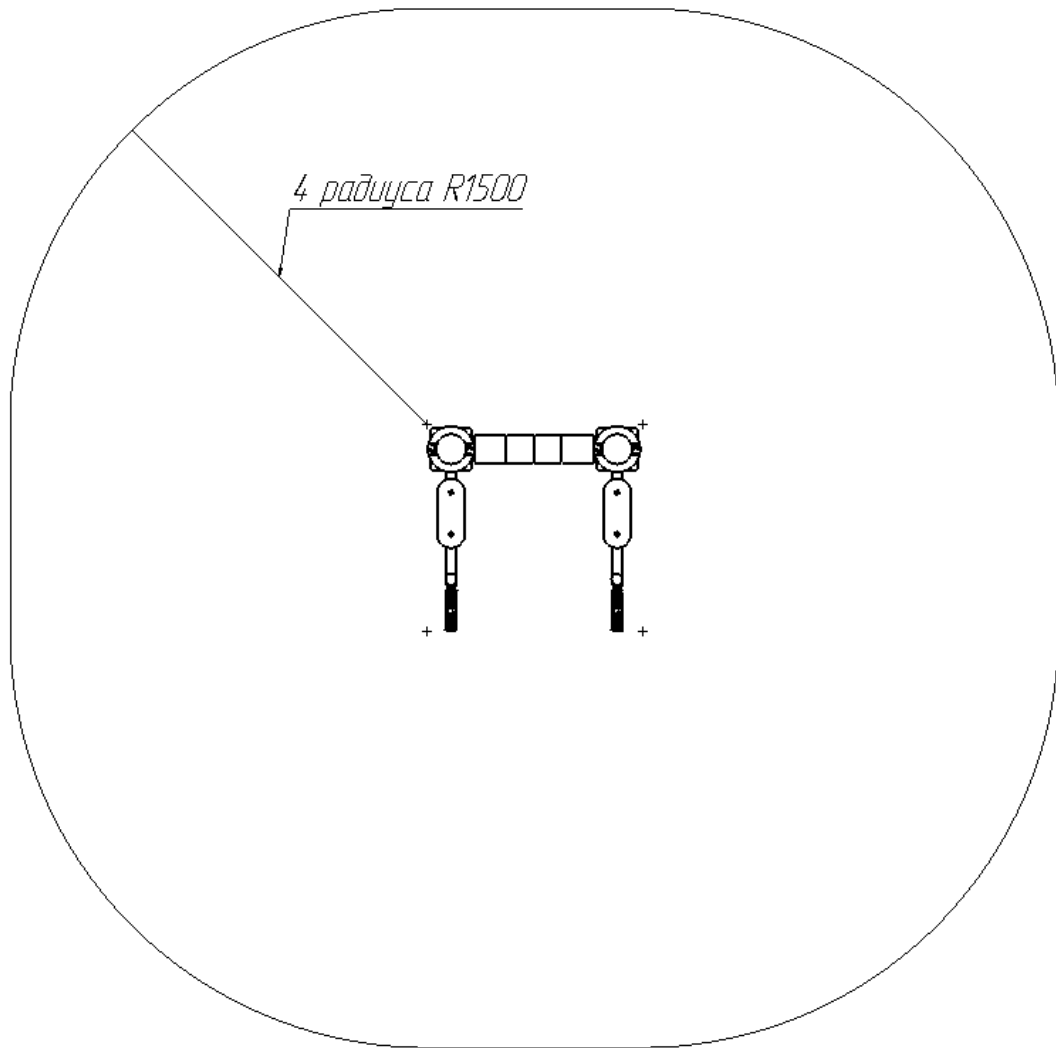
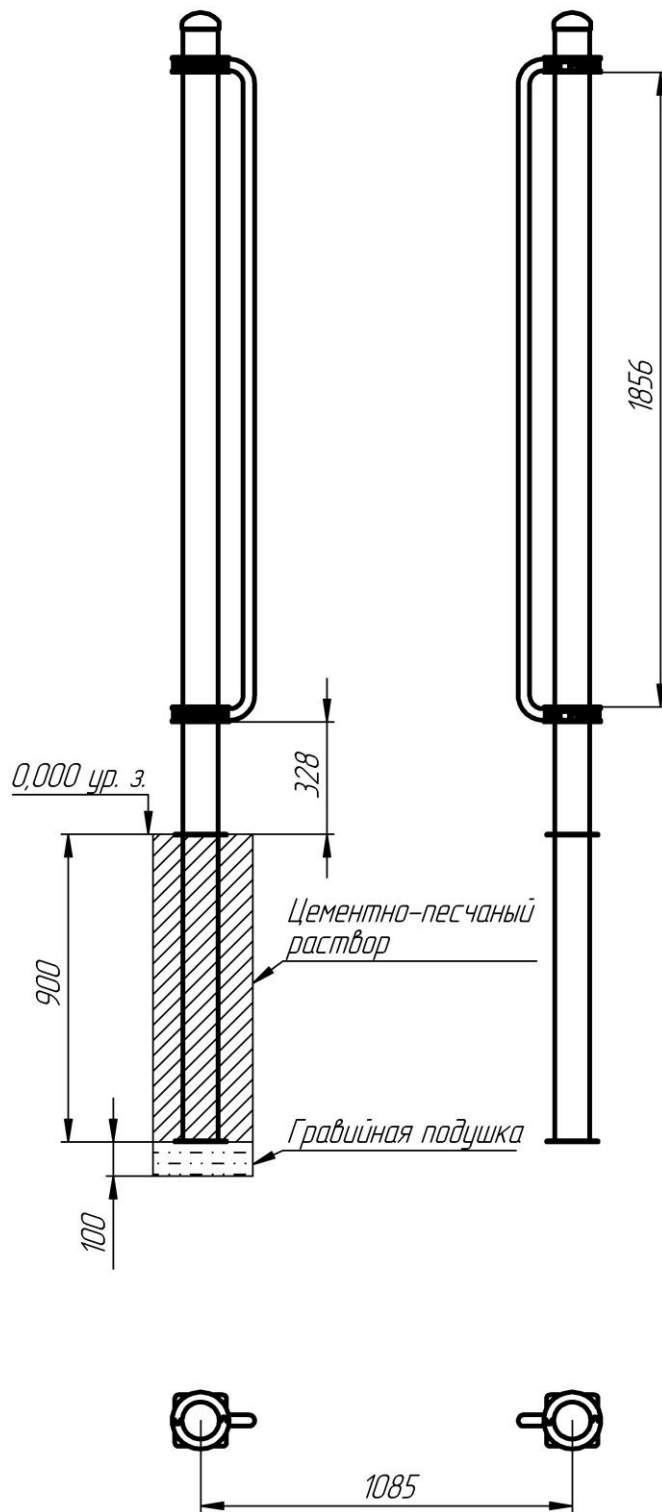

Рис.1
Рис. 4
Над зоной перемещения, представленной на рис.1., должно быть пространство на высоту 5,3 м свободное от строений, зеленых насаждений и элементов других конструкций.
- 8.1.2. Установка Изделия проводится на ровной площадке, свободной от насаждений. Размер площадки не меньше указанного на зоне безопасности (см. рис.1).
- 8.3.1. Устойчивость Изделия достигается при помощи бетонирования части конструкции (см. рис. 4). На месте установки комплекса подготавливаются углубления размером 220x220 мм, глубиной 1000 мм в количестве 2 штук. На дно углублений засыпается гравийная подушка высотой 100 мм и утрамбовывается. Далее устанавливаются столбы на глубину 900мм (согласно монтажной схеме рис.1). Далее столбы заливаются цементно-песчаным раствором (типа бетон), параллельно контролируя вертикальность состояния заливаемых элементов. После окончательного застывания цементно-песчаной основы, на столбы навешиваются рукоятки при помощи хомутов.